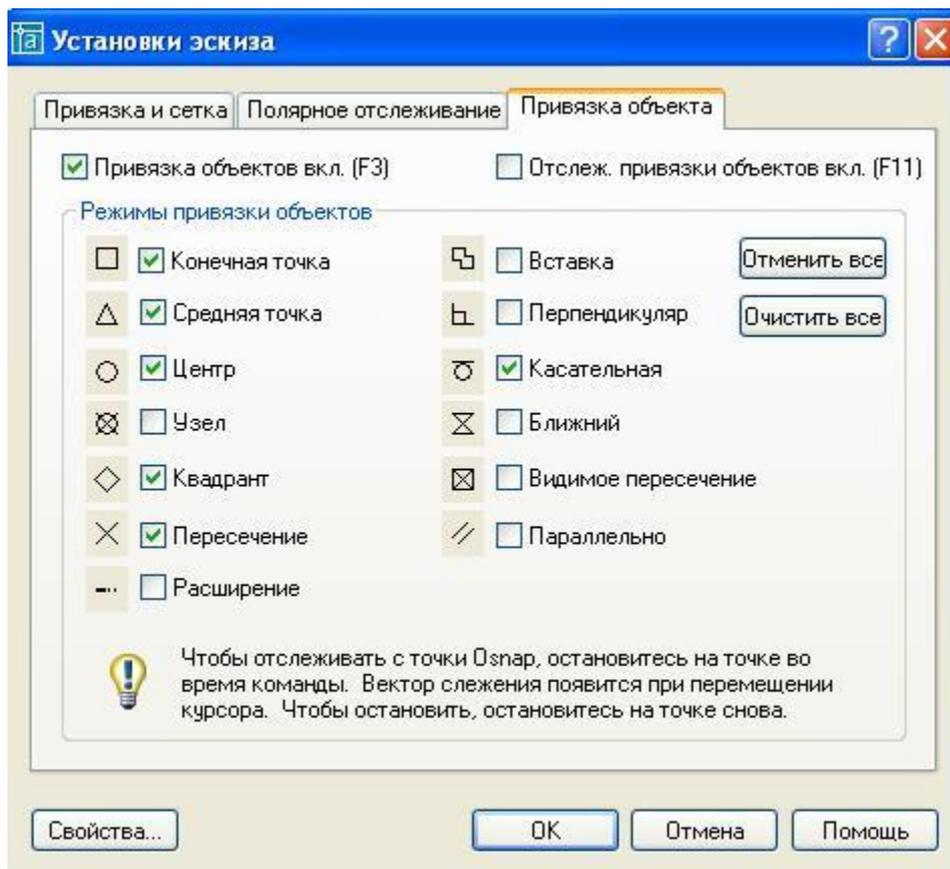

Рис. 2.3 Диалоговое окно установки текущего режима привязки
-  **Выбор режимов привязки.** Установка режима текущей объектной привязки на вкладке **Object Snap(Объектная привязка)** диалогового окна **Drafting Setting (Установки эскиза)** (Рис. 2.3).